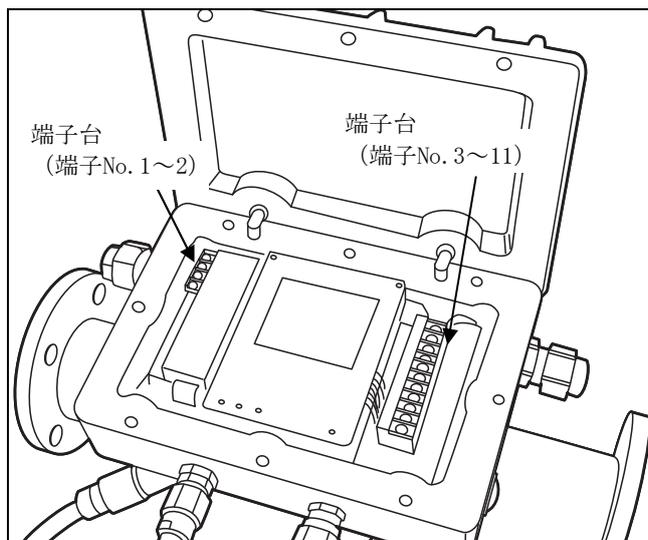

図5-2; 変換器蓋内部
- (2) 変換器蓋を開けると、端子1～2の端子台と端子3～11の端子台があります。(図5-2)
- (3) 電線接続口にある引込金具のユニオン部分を緩めて外します。